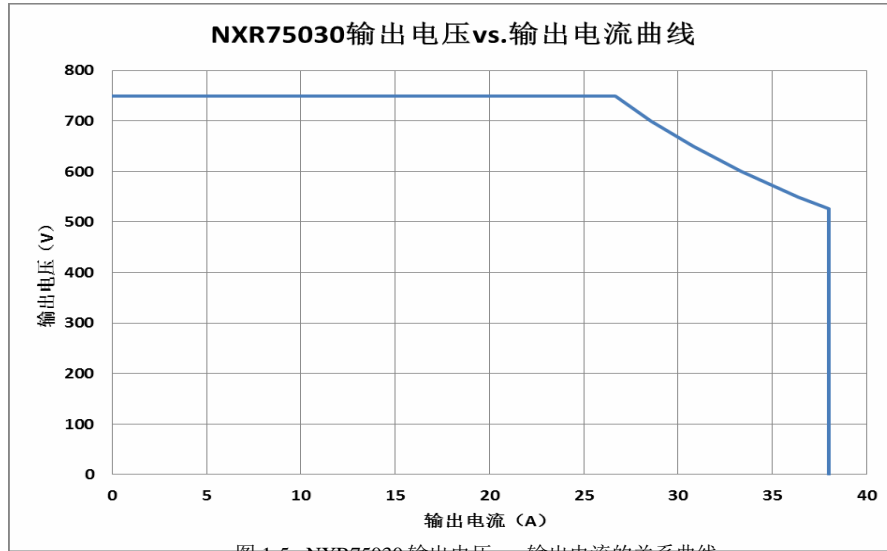

图 1-5 NXR75030 输出电压 vs. 输出电流的关系曲线
4) NXR75030 额定输入电压时，模块允许输出功率为 20kW，模块输出电压与输出电流的关系如图 1-5 所示。